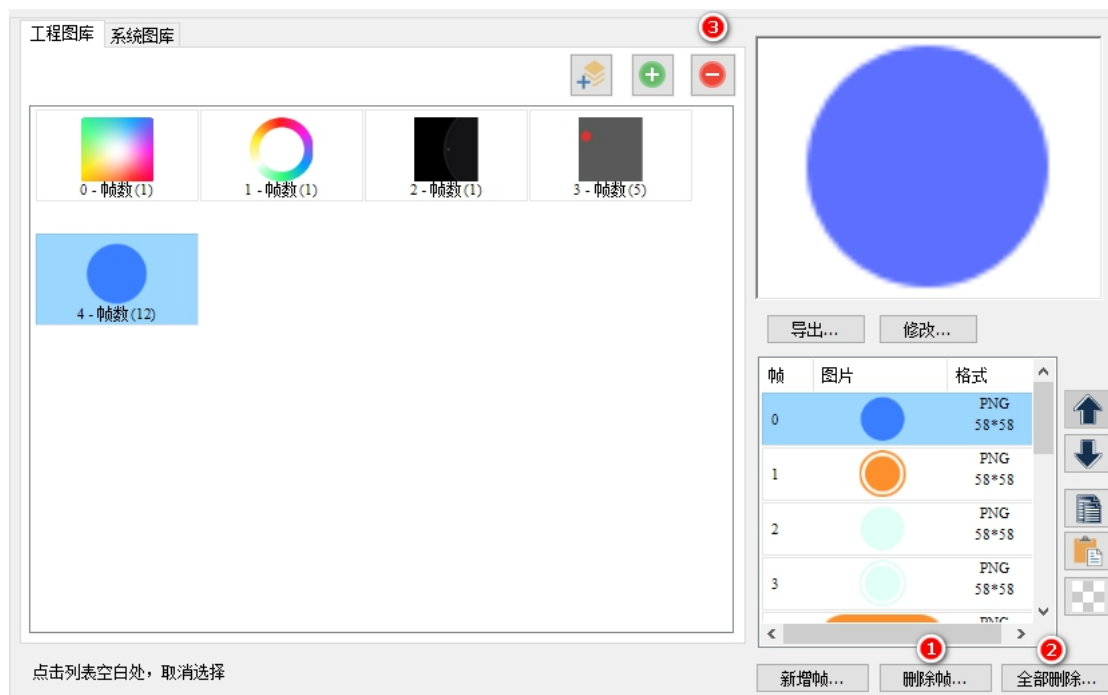
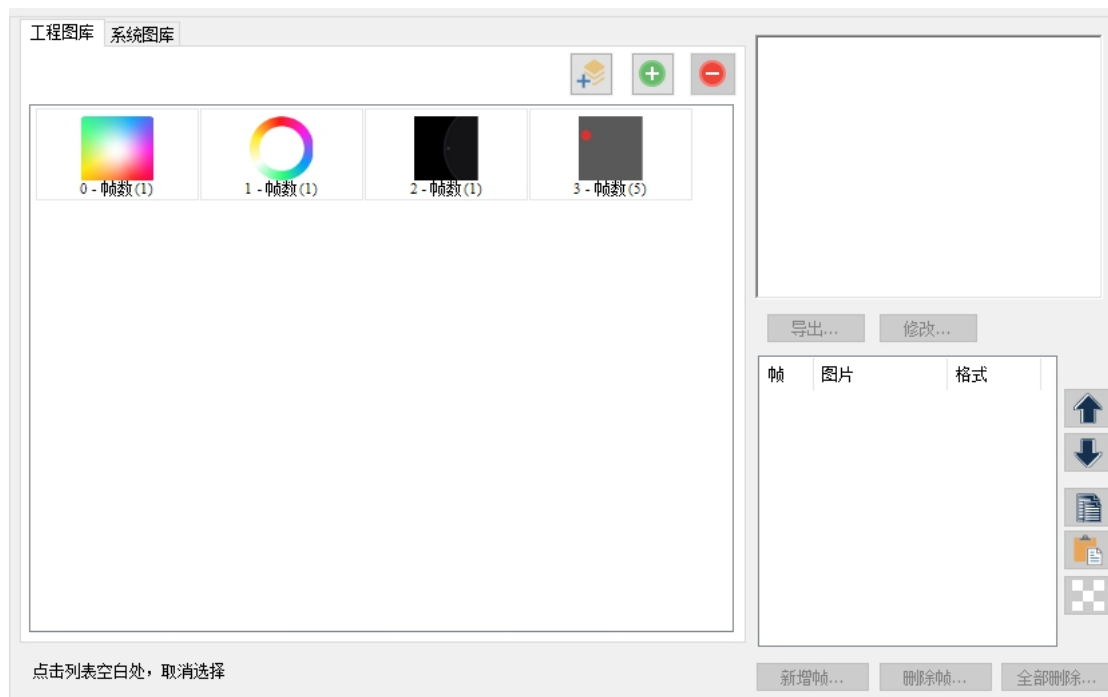

图 10-13 选中图库
图 10-14 删除图库
- 删除图标库：选中图标 4，按住键盘【Shift】，点击③，删除图标，如图 10-13 和图 10-14 所示；